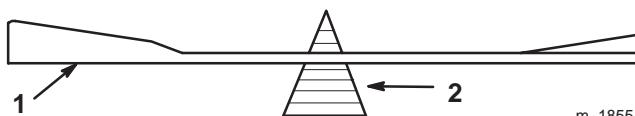
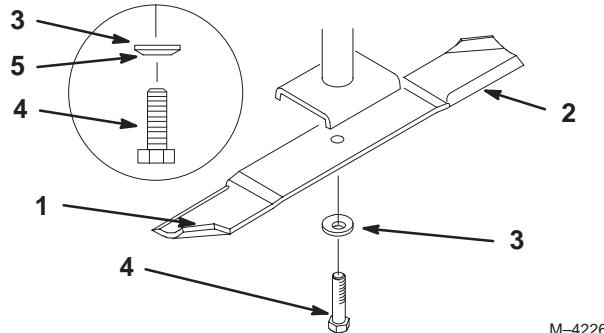

Figure 37
Figure 38
1. Tenez la lame à son extrémité avec un chiffon ou un gant épais. Retirez le boulon, la rondelle élastique et la lame de l'axe de la lame (Fig. 38).
2. Vérifiez l'équilibre de la lame en la plaçant sur un équilibrage (Fig. 37). Si la lame reste horizontale, elle est équilibrée et peut être utilisée. Si la lame est déséquilibrée, limez un peu l'extrémité de la partie incurvée seulement (Fig. 38). Répétez la procédure jusqu'à ce que la lame soit équilibrée.
1. Placez la lame sur l'axe (Fig. 38).
2. Installez la rondelle élastique et le boulon de la lame (Fig. 38). **Serrez le boulon de lame à 115–150 Nm (85–110 pieds-livre).**